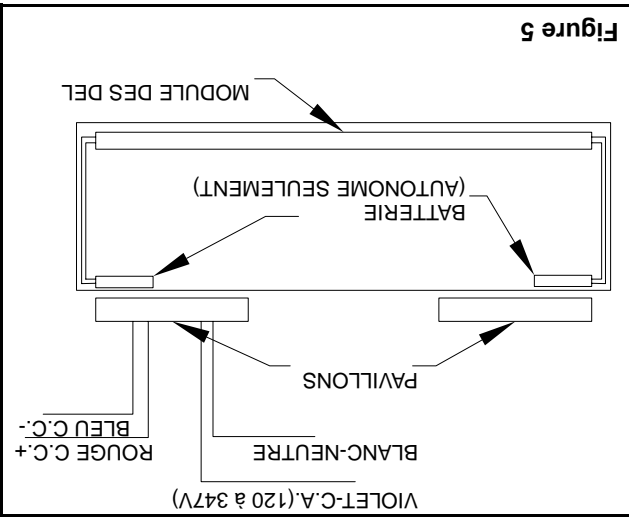

Figure 5
6. Effectuer les connexions nécessaires, notre modèle universel standard peut recevoir un courant de 120 à 347 VCA (voir fig. 5).
Se rapporter au câblage CA et CC de la figure 5.